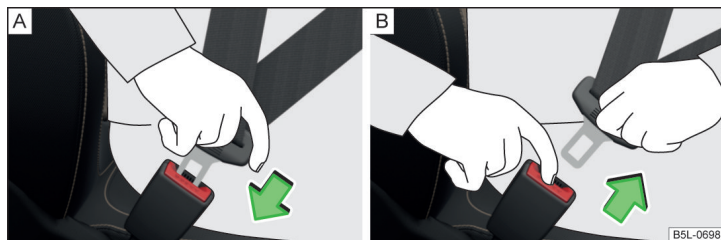

Fig. 5 Sådan spændes sikkerhedssele. / Sådan tages sikkerhedssele af.
» Fig. 5 - [A]. Du skal kunne høre, at den går i hak.
- » Tag fat i låsetappen, og tryk på den røde knap i selelåsen » Fig. 5 - [B]. Låsetappen springer ud.